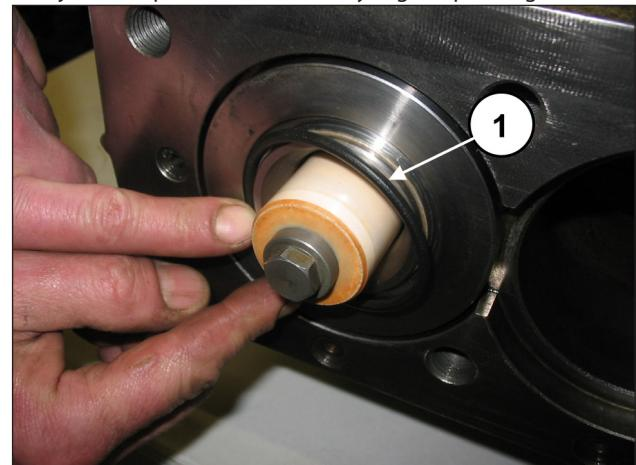
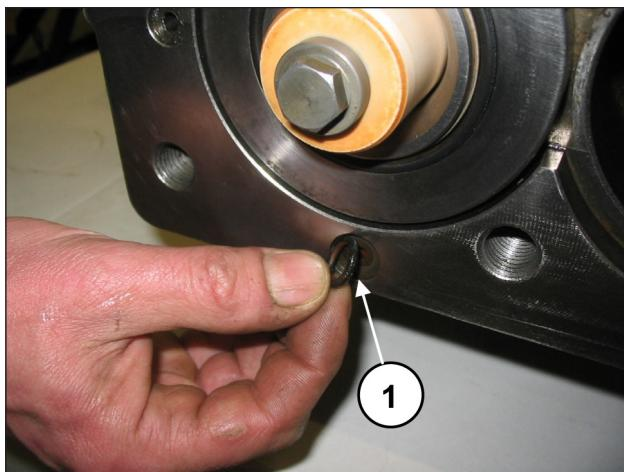

Fig. 161
Fig. 162
Monter le joint torique frontal de la chemise (rep. ①, Fig. 161) et le joint torique de l'orifice de recyclage (rep. ①, Fig. 162).